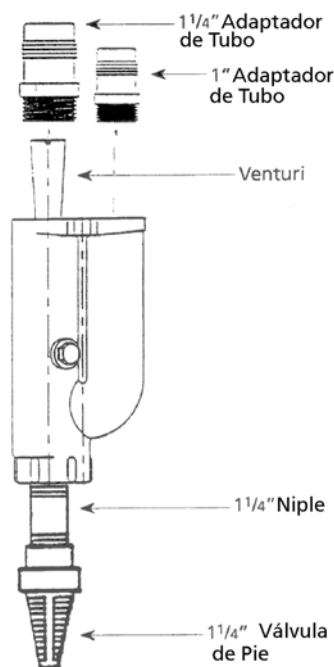

Figura 9
5. Instale un 1 1/4" adaptador plástico de tubo enroscando adaptador en 1 1/4" hoyo utilizado en el cuerpo de eyector (vea Figura 9).